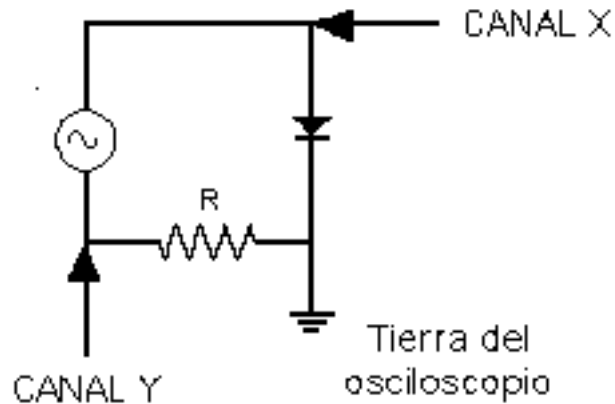

Figura 5.1. Circuito para observar las características corriente–voltaje del diodo
- 3.- Después de observar la Figura 5.1, la cual representa el circuito con el que va a visualizar la característica corriente-voltaje del diodo rectificador en la pantalla del osciloscopio, indique:
- a) Dado el circuito mostrado en la Figura 5.1, las especificaciones del dispositivo a su disposición y las indicaciones dadas por su profesor, determine el valor de la resistencia R y el valor pico de la amplitud que puede tener la señal producida por el generador para observar en el osciloscopio la curva característica i vs. v de este dispositivo.
b) Haga un diagrama de la señal que Ud. espera ver en la pantalla del osciloscopio, si las conexiones se realizan exactamente en la forma indicada en la Figura 5.1.
4.- Monte el circuito de la Figura 5.1 y obtenga en la pantalla del osciloscopio la curva característica de este dispositivo. Haga un diagrama en papel milimetrado. Si su osciloscopio tiene la posibilidad de invertir uno de los canales, obtenga la curva característica con la misma orientación que las curvas características estándar de los manuales y libros de texto. Identifique voltajes y corrientes clave en la curva dibujada.